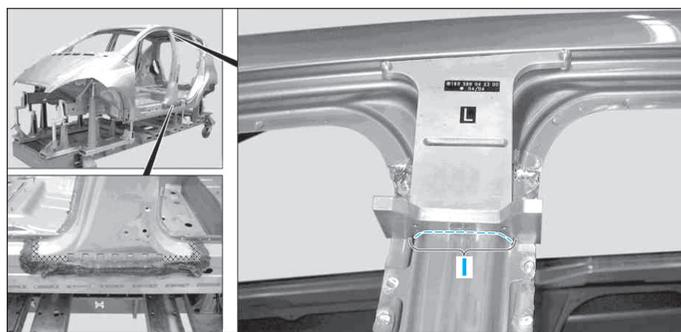

FIG. 63
- Tracer la ligne de coupe (I) (Fig.63).